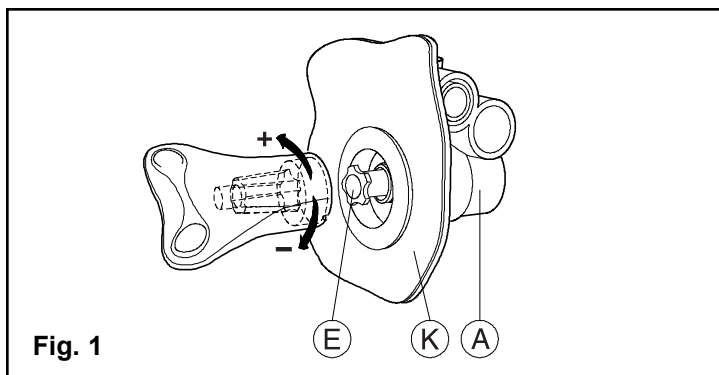

Fig. 1
- 1- Insert the deep rounded part of the tool in the whirlpool jet, without it touching the bottom (the inside of the tool must only touch the flow control (E)).
- 2- Screw or unscrew the flow control to adjust jet power (Fig. 1).
- 1- Insérer la partie creuse arrondie de l'outil dans le jet tourbillon, sans qu'elle ne touche le fond de celui-ci (l'intérieur de l'outil ne doit toucher qu'au contrôle de débit (E)).
- 2- Visser ou dévisser délicatement le contrôle de débit pour ajuster la puissance du jet. Fig. 1.
- 1- Insertar la parte hueca redondeada de la herramienta en el jet, sin que toque el fondo del mismo (el interior de la herramienta sólo debe tocar el control de caudal (E)).
- 2- Enroscar o desenroscar delicadamente el control de caudal para ajustar la intensidad del chorro. Fig. 1.